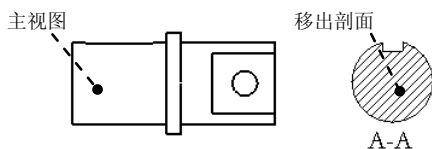

图 3.8.54 移出剖面
Step5. 设置剖视图选项。在“绘图视图”对话框中选取 **类别** 区域中的 **截面** 选项；将 **截面选项** 设置为 ☒ **2D 横截面**，然后单击 按钮；将 **模型边可见性** 设置为 ☒ **区域**；在 **名称** 下拉列表选取剖截面 **A**，在 **剖切区域** 下拉列表选取 **完整** 选项，设置完成后对话框如图 3.8.53 所示，最后单击对话框中的 **确定** 按钮，关闭对话框，完成移出剖面的添加，如图 3.8.54 所示。
(1) 选取图 3.8.54 所示的断面图，然后右击，从快捷菜单中选择 **添加箭头** 命令。